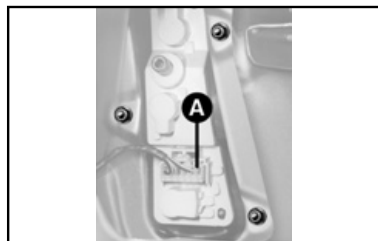

fig. 23
2) retirar o conector **A-fig. 23**;
3) retirar o conjunto de lâmpadas **fig. 23**;